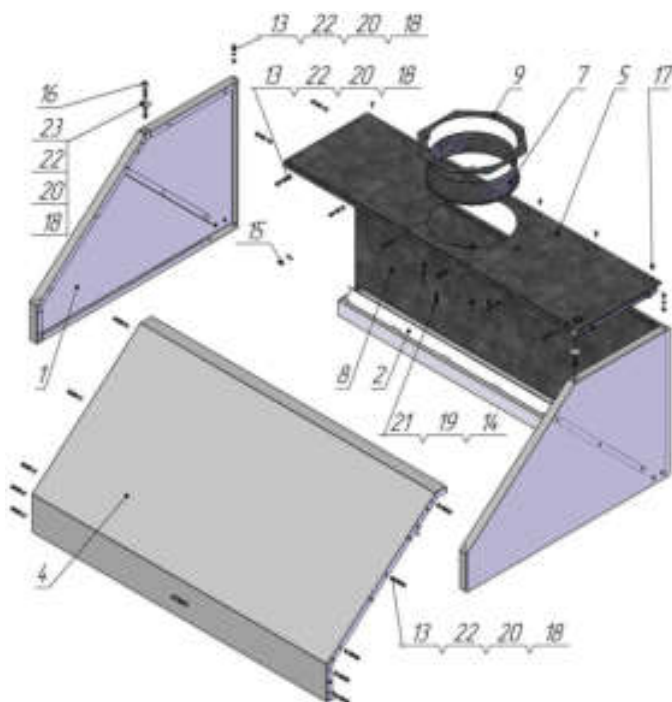

Рис.1
4.5.2. На два крючка поз.16 (Рис. 1) навернуть гайки поз.18 на расстояние ~ 30 мм от конца стержня. Взять боковину поз.1 и вставить крючок с гайкой в отверстие, закрепить комплектом крепежа поз.23*, поз.22, поз.20, поз.18. Аналогично установить крючок на второй боковине.
Крепёж не затягивать. Вставить жиросборник поз.2 между боковинами, как показано на Рис.1, и закрепить винтами поз.15, с обеих сторон. Крепёж не затягивать. Крышку в сборе установить на собранный каркас соединить с боковинами поз.1 и закрепить комплектом крепежа поз.13, поз.20, поз.22, поз.18. Крепление к стенке задней поз.8 произвести крепежом поз.17. Затянуть весь крепёж.